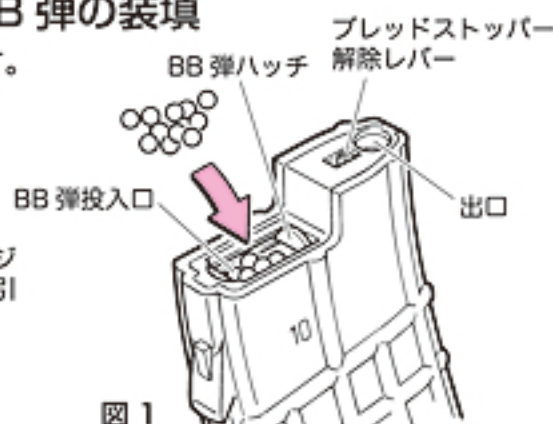

図 1
① BB 弾ハッチを開け、BB 弾を入れます。約 330 発入ります。(ムリに押し込まないでください。)
② BB 弾ハッチを閉めます。
■撃ち終わった後、導管に残った弾はマガジンを逆さまにして、図 1 の解除レバーを引くことによって出すことができます。
③ BB 弾投入口を上にして、底部のギアを矢印の方向へいっぱいまで回します。BB 弾が図 1 の出口まで上がってきている事を確認します。さらにギアを回し続けると、ジージーという音がカチッカチッという音に変化します。これで準備 OK です。(BB 弾が少量しか入っていない場合はカラ回りするだけです。)
① Open the BB bullet hatch and insert BB bullets. The magazine can contain about 330 bullets. (Avoid pressing bullets into the magazine using excessive force.)
② Close the BB bullet hatch.
③ Hold the magazine with the BB bullet entrance faced upwards and turn the gear at the bottom all the way to the direction of arrow. It is fully turned when ji-ji sounds change to click-click sounds. (The gear turns without load if only a limited number of bullets exists.) Check that BB bullets are moved up to the exit shown in Fig.1 and then insert the magazine into the rifle.